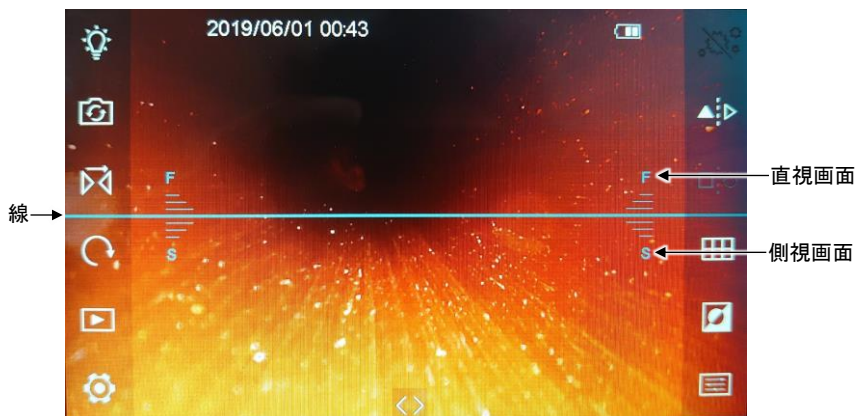

図 21
1. デュアル表示アイコン(△:▷)を押すと、画面に直視画面と側視画面に分ける線が表示されます。(図 21)